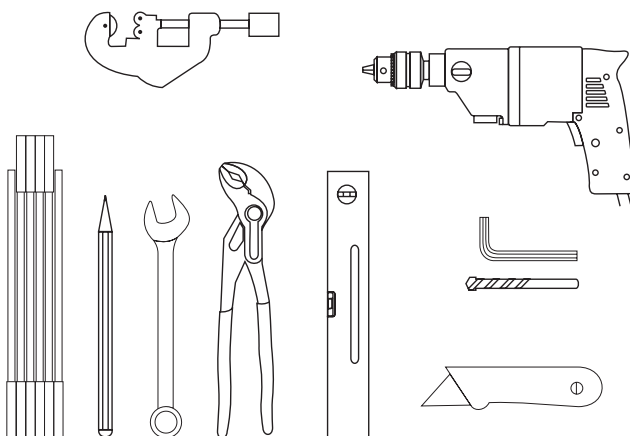

Bild 6 Werkzeug für CIRCO 25/80 Montage
- Folgendes Werkzeug brauchen Sie für die Montage der CIRCO 25/60 Solarstation: Bohrmaschine, Steinbohrer, Rohrzanze, Maulschlüssel etc. (Bild 6).